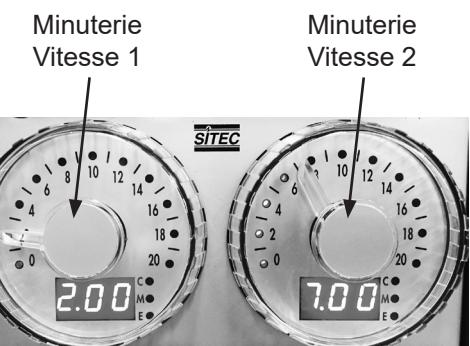

Figure 9-1
- Réglez le temps sur les minuteries vitesse 1 et vitesse 2. Voir Fig. 9-1.